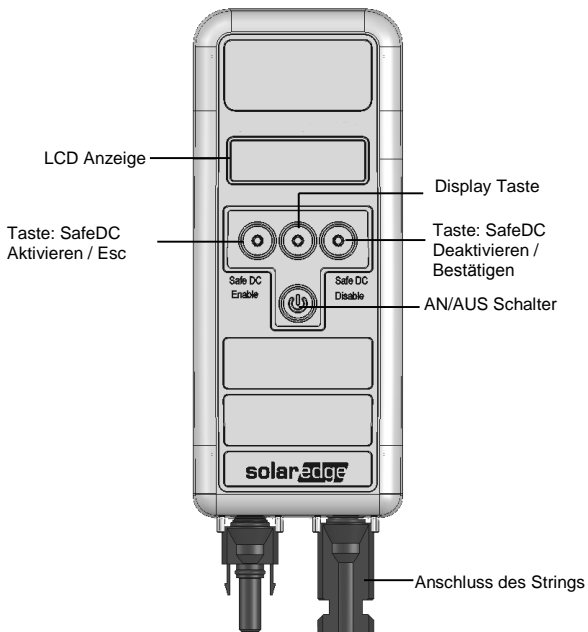

Abbildung 1: SolarEdge Key Bedienoberfläche
- 1 Verbinden Sie die Stringkabel mit den zwei Steckern auf der Unterseite des SolarEdge Key (siehe Abbildung 1).